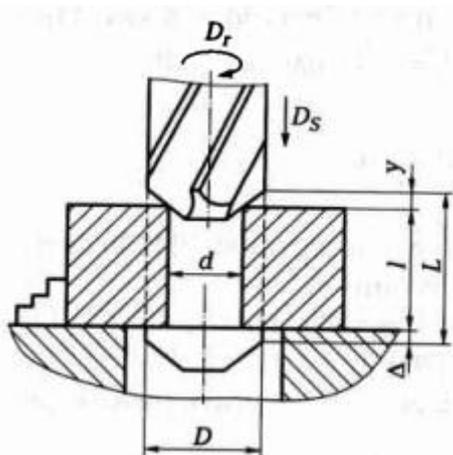

Рисунок 1 – Схема процесса зенкерования
1. На вертикально-сверлильном станке 2Н135 зенкеруют предварительно обработанное сквозное отверстие (рисунок 1) диаметром $d=44,4$ мм до диаметра $D=46,7$ мм на глубину $l=70$ мм (под последующую обработку одной разверткой). Материал заготовки – бронза БрОЦ4-3 твердостью 70НВ. Заготовка – отливка. Обработка выполняется с охлаждением. Требуется выбрать режущий инструмент, назначить режим резания и определить машинное время.
2. На вертикально-сверлильном станке 2Н135 зенкеруют сквозное отверстие (рисунок 1) диаметром $d=42$ мм до диаметра $D=44$ Н11 мм на глубину $l=10$ мм. Материал заготовки сталь 45Х с $\sigma_{\text{в}}=650$ МПа и твердостью 180НВ. Заготовка из горячекатаного проката, при обработке она охлаждается эмульсией. Требуется выбрать режущий инструмент, назначить режим резания и определить машинное время.
3. На вертикально-сверлильном станке 2Н135 зенкеруют сквозное отверстие (рисунок 1) диаметром $d=18$ мм до диаметра $D=20$ Н11 мм на глубину $l=20$ мм. Материал заготовки сталь 45Х с $\sigma_{\text{в}}=600$ МПа и твердостью 160НВ. Заготовка из горячекатаного проката, при обработке она охлаждается эмульсией. Требуется выбрать режущий инструмент, назначить режим резания и определить машинное время.
4. На вертикально-сверлильном станке 2Н135 зенкеруют сквозное отверстие (рисунок 1) диаметром $d=40$ мм до диаметра $D=42$ Н11 мм на глубину $l=25$ мм. Материал заготовки сталь 45Х с $\sigma_{\text{в}}=650$ МПа и твердостью 165НВ. Заготовка из горячекатаного проката, при обработке она охлаждается эмульсией. Требуется выбрать режущий инструмент, назначить режим резания и определить машинное время.
5. На вертикально-сверлильном станке 2Н135 зенкеруют сквозное отверстие (рисунок 1) диаметром $d=50$ мм до диаметра $D=51$ Н11 мм на глубину $l=25$ мм. Материал заготовки сталь 45 с $\sigma_{\text{в}}=700$ МПа и твердостью 180НВ. Заготовка из горячекатаного проката, при обработке она охлаждается эмульсией. Требуется выбрать режущий инструмент, назначить режим резания и определить машинное время.